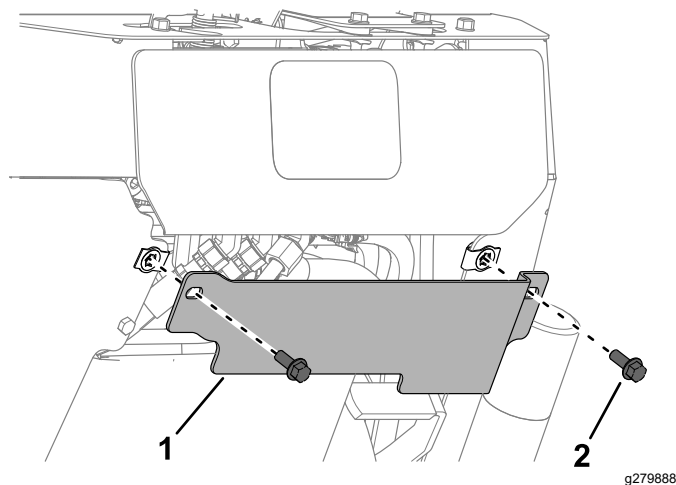

**Figure 10**
1. Déposez la protection arrière (Figure 10).